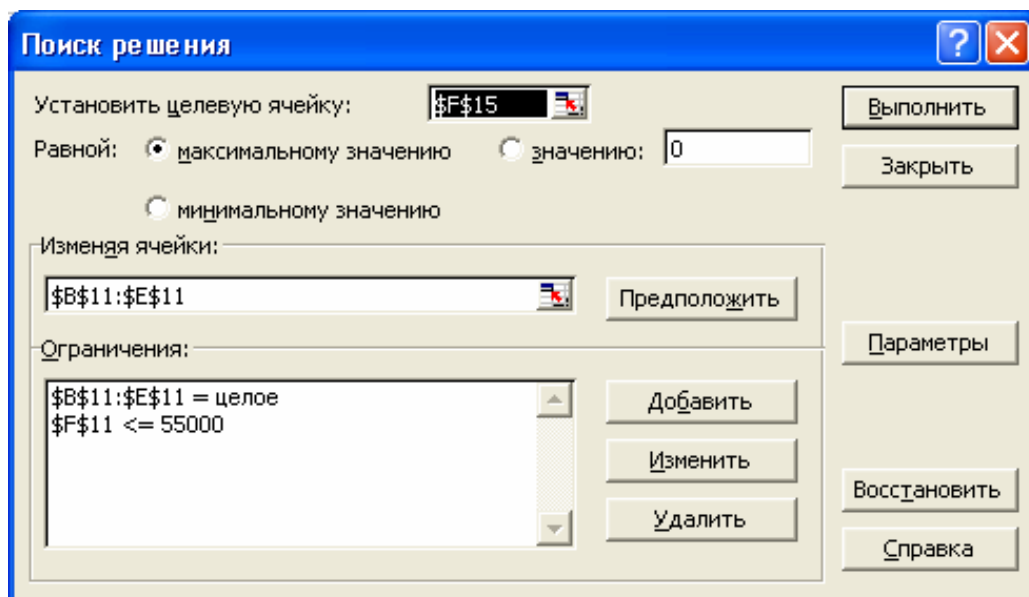

Рис. 16. Сохраняемые ограничения и ссылка на диапазон изменяемых ячеек
- Указать необходимые ограничения, как описано выше (рис.16.), и щелкнуть кнопку **Параметры** (Options), после чего появится диалоговое окно **Параметры поиска решения** (Solver Options).